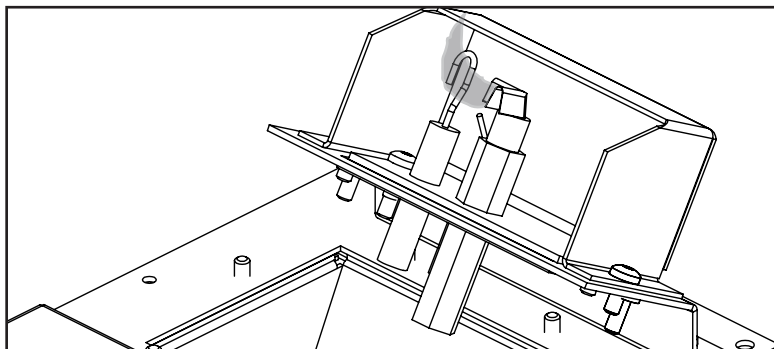

Figure 27: Couverture du capteur de flamme
15. Rallumez la veilleuse et confirmez que la flamme recouvre correctement le crochet du détecteur de flamme (voir Figure 27). Si la veilleuse nécessite un réglage, tournez la vis de réglage dans le sens des aiguilles d'une montre pour diminuer ou dans le sens inverse des aiguilles d'une montre pour augmenter jusqu'à ce que la flamme correcte soit obtenue.